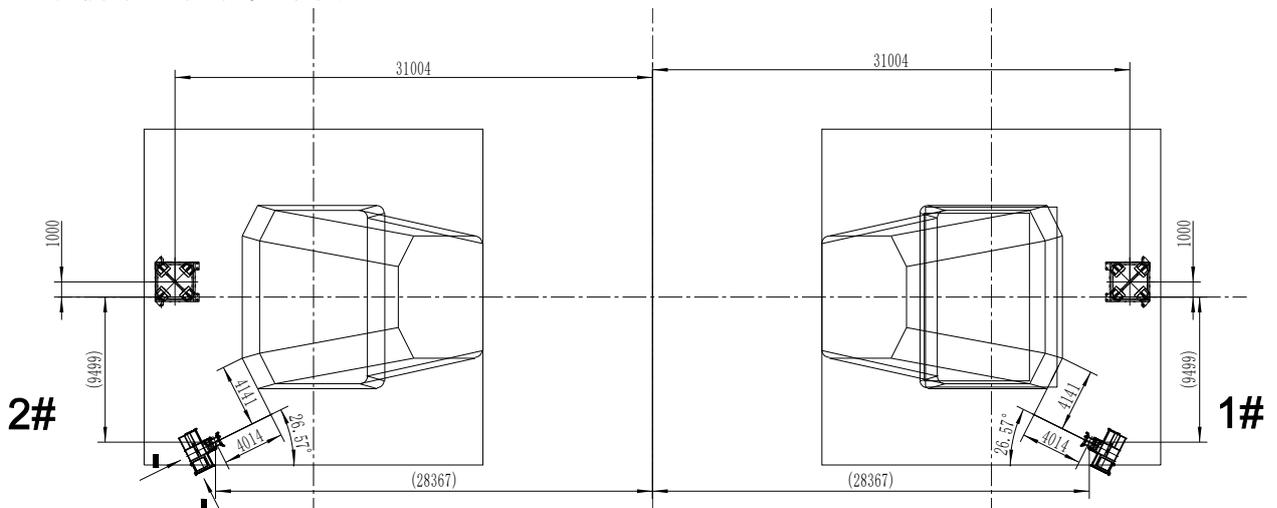

图 13 底架定位示意图
- (9) 再安装 4~5 个标准节，并安装好附墙架（**第二道附着安装在第一道以上 6m 处，以后附墙架每间隔 6m 安装一次，也可根据实际情况在 6m 左右调整**）；标准节的安装与调整垫片的不在见图 13 曲线施工升降机导轨架配置图。